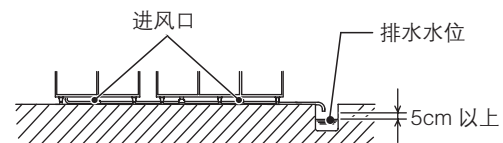

图 8
* 若要安装导轨，(1)请将导轨挂钩向后推入后层板立柱上的方孔，(2)然后将导轨挂钩向下推入前层板立柱上的方孔。若要拆下导轨，请按照与上述相反的步骤操作。详见图8。